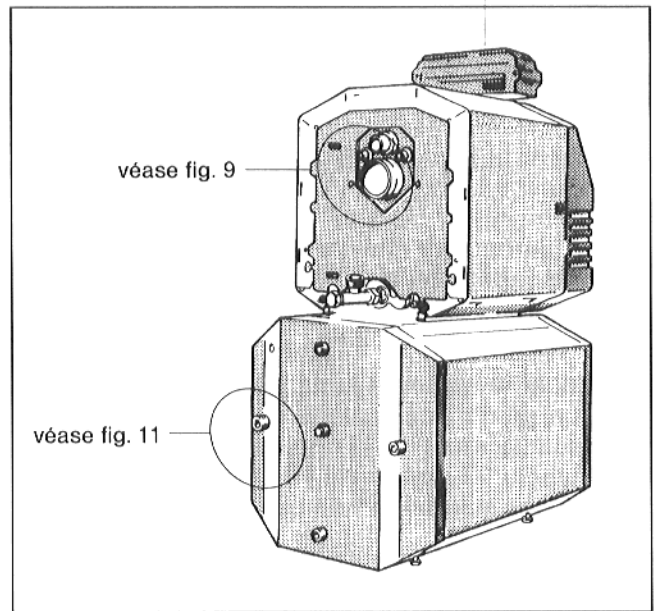
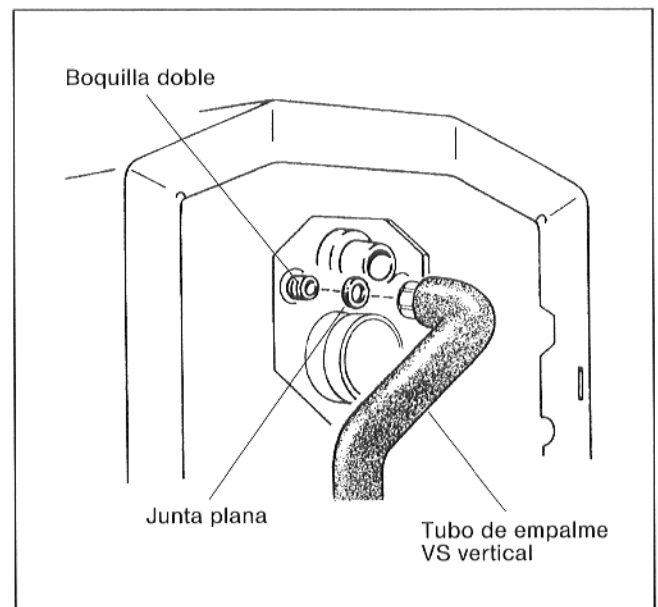
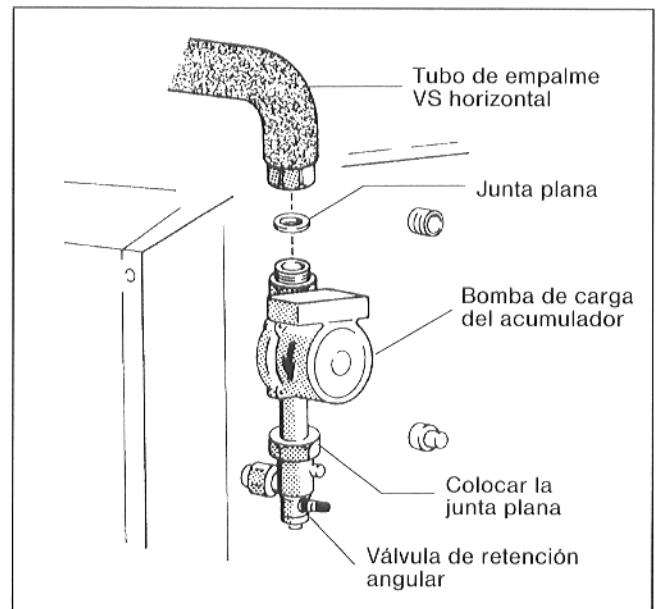

Fig. 8
Fig. 9
Fig. 11
- Colocar el anillo tórico 35 x 3 en la ranura de la boquilla doble (fig. 8 y fig. 9).
- Enroscar la boquilla doble tal como está indicado en las fig. 8 y fig. 9 en el empalme de ida del preparador acumulador de ACS en la caldera.
- Colocar la junta plana en la tuerca de racor en la rama corta del tubo de empalme doblemente acodado para la ida del acumulador VS. Enroscar después el tubo con la boquilla doble en el empalme de la caldera, alineando la rama larga verticalmente hacia abajo (fig. 9).
- Colocar la junta plana en la tuerca de racor de la válvula de retención angular y enroscar la válvula de retención angular en la ida del acumulador (fig. 8 y fig. 11).
- Colocar la junta plana para la bomba de carga del acumulador ($\text{Ø } 44 \times 28 \times 2$) en la tuerca de racor superior de la válvula de retención angular y enroscar y apretar la bomba de carga del acumulador con el sentido de caudal hacia abajo en la válvula de retención angular (fig. 8 y fig. 11).
- Colocar la segunda junta plana para la bomba de carga del acumulador ($\text{Ø } 44 \times 28 \times 2$) en la tuerca de racor en la rama corta del tubo de empalme VS horizontal y enroscar el tubo de empalme VS con la bomba (fig. 8 y fig. 11).